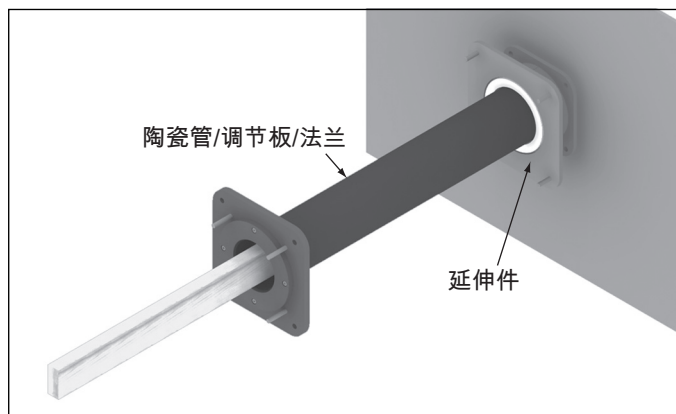

图 3.12
1. 用一种粘性剂 (如 3M 超强 77) 把垫片 ④ 粘到法兰上 ⑦，把垫片 ② 粘到调节板上 ①。
2. 滑动法兰 ⑦ 直到陶瓷法兰 ③。
3. 安装调节板 ① 和垫片 ⑥ 到法兰上 ⑦。确保陶瓷法兰位于中间。使用 M8 螺丝和垫片 (编号 ⑧ 和 ⑨) 把两个部件固定在一起。螺钉应该按以下方式固定：
6. 把外管 / 调节板 / 法兰通过延伸 ⑩ 部分推入炉子。为了防止损坏陶瓷管，必须很小心操作。如果在有条件的情况下，用一个起重设备或是用绳索吊起。在很多情况下，一个悬臂将必须用来操持套管的水平，在放入炉子的时候。在这种情况下，Eclipse 推荐用一根长的木条。见图 3.12。